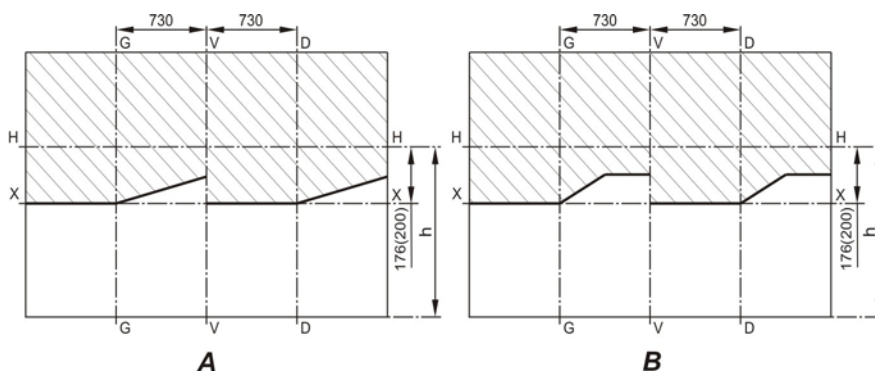

Рис. 8.6. Разметка экрана для регулировки фар:
- установить ненагруженный автомобиль на ровную горизонтальную площадку на расстоянии 10 м от экрана (рис. 8.6);
У отрегулированных фар горизонтальный участок светотеневой границы должен совместиться с линией  $X—X$  (рис. 8.6А, 8.6В), наклонные участки светотеневой границы должны соответствовать рис. 8.6А (с маркировкой на рассеивателе «AL») и рис. 8.6В (с маркировкой на рассеивателе «ОСВАР»), а точки пересечения горизонтального и наклонного участков светотеневой границы – с линиями  $G—G$  и  $D—D$ .